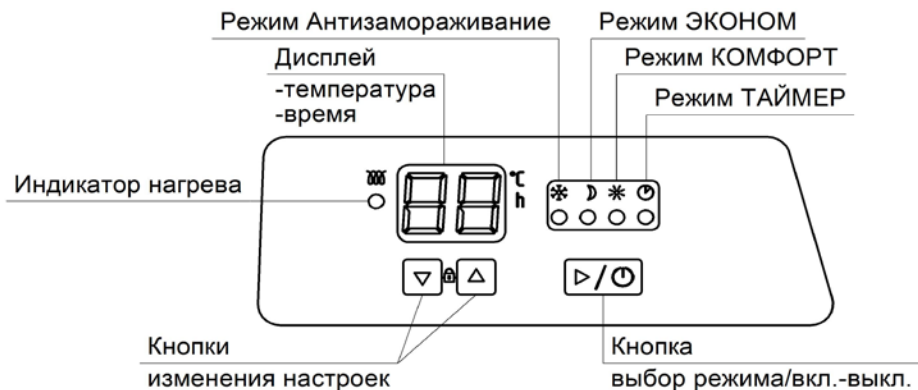

Рис. 5
5.9 Вставьте вилку шнура электропитания конвектора в розетку электросети. Кратковременно засветятся и погаснут индикаторы на панели управления (рис. 5). Конвектор готов к работе.